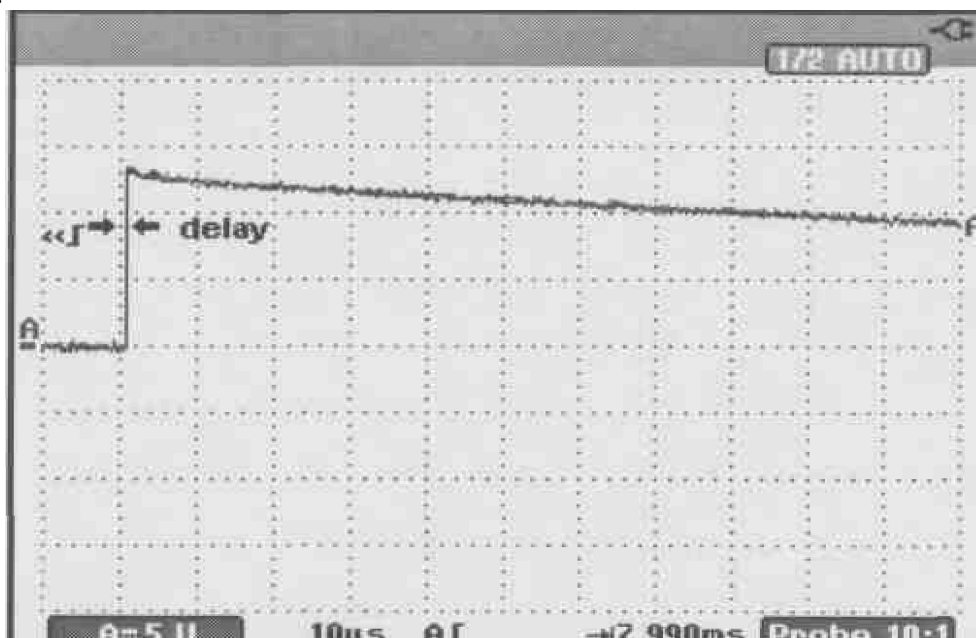

Рис. 5. Определение погрешности измерения временных интервалов.
5. Результат измерения считается удовлетворительным, если отклонение фронта импульса временного маркера от второй вертикальной линии экрана не превышает  $\pm 3$  пикселя, что соответствует  $\pm 0.0012$  мс. (см. рис. 5).
- Результат измерения считается удовлетворительным, если отклонение фронта импульса временного маркера от второй вертикальной линии экрана не превышает  $\pm 3$  пикселя, что соответствует  $\pm 0.12$  мкс. (см. рис. 5).